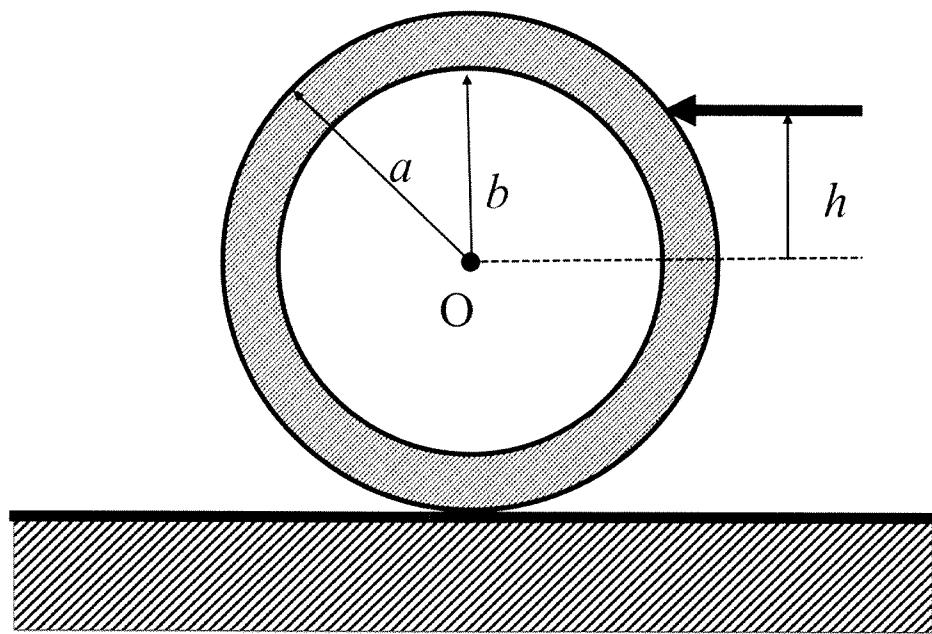

図 1
1. 図1に示すように, 床に置かれた円筒に対して重心 O から h (> 0) の高さに, 水平方向の衝撃を加えた場合の運動について考える。ただし, 円筒の質量, 円筒と床の動摩擦係数, および重力加速度は, それぞれ M , μ' , および g とする。また, 衝撃直後の円筒の重心の速度を v_0 , 円筒の中心軸まわりの角速度を ω_0 とする。このとき円筒の外周速度 u_0 は $u_0 = a\omega_0$ で与えられる。衝撃直後にすべらないで転がるときの衝撃を加える高さを h_0 とする。